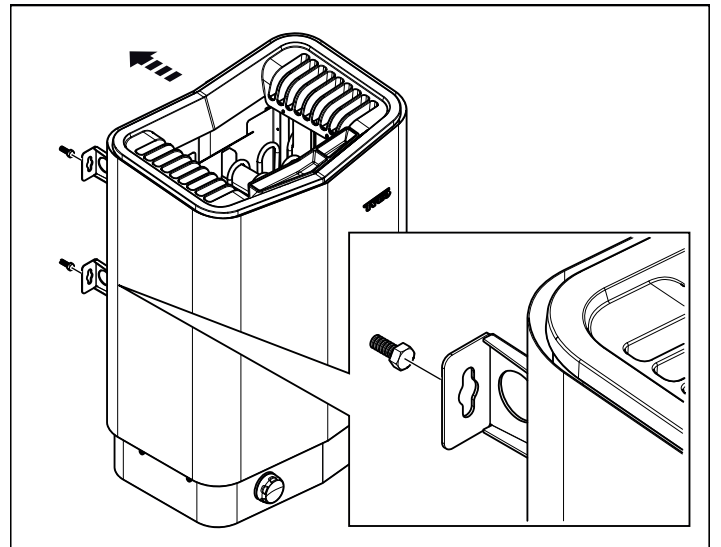

Figure 10 : suspension du poêle
4. Suspendez le poêle sur les vis (voir figure 10, page 13).